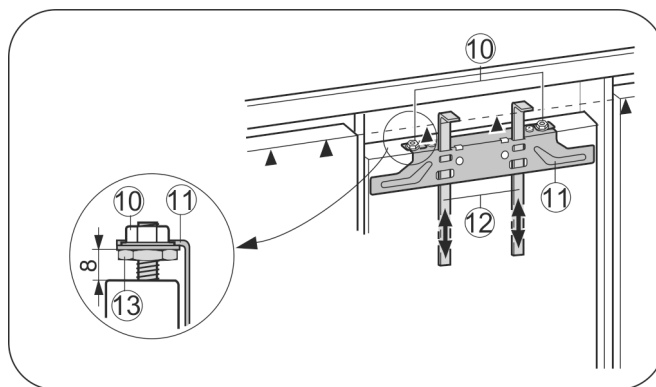

Fig. 17
- ▶ Împingeți în sus elementele auxiliare de montaj Fig. 17 (12) la înălțimea ușii mobilierului. Marginea inferioară de blocare ▲ a elementului auxiliar de montaj = marginea superioară a ușii mobilierului ce trebuie montată.
- ▶ Deșurubați traversa de fixare Fig. 17 (11) prin intermediul contrapiulițelor Fig. 17 (10).